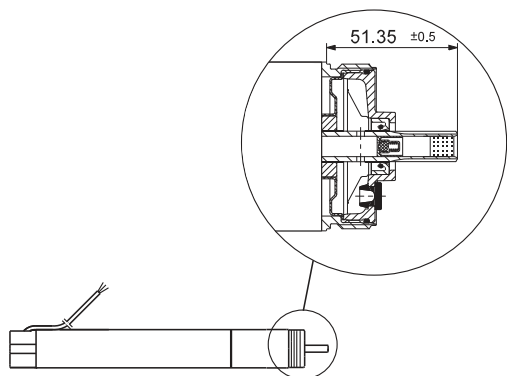

Рис. 7 Высота вала двигателя
1. Установить в двигатель упорный подшипник (203) так, чтобы поверхность скольжения была сверху.
5. Крепко удерживая вал со шлицами установить вал с ротором (202) в двигатель. Вал с ротором должен войти в зацепление с упорным подшипником.
6. Проверить высоту вала. См. рис. 7.